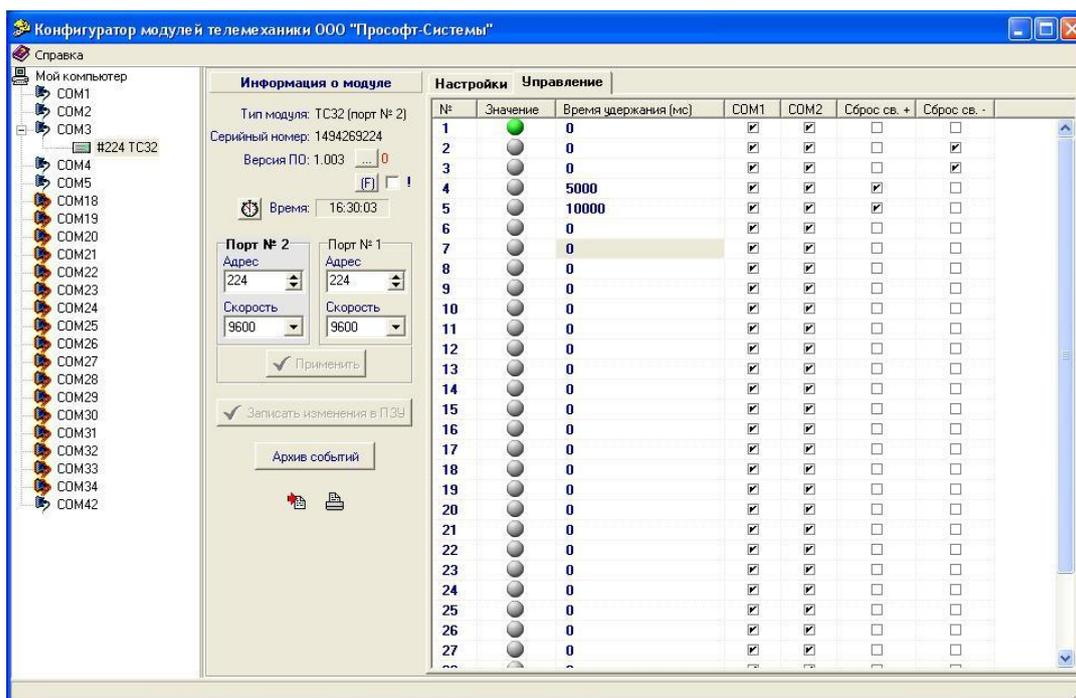

Рисунок 4.3.5. Настройка флагов и таймаутов сброса команды.
4.3.10.3 После того как в конфигурацию прибора были внесены какие-либо изменения необходимо их сохранить. Для этого существует кнопка «Записать изменения в ПЗУ» (Рисунок 4.3.5), которая становится активной при наличии несохраненных изменений параметров настройки входных каналов. После ее нажатия текущая конфигурация прибора записывается в энергонезависимую память и сохраняется там и после отключения питания прибора.